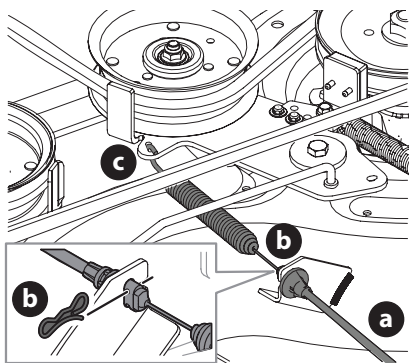

Figura 29
9. Extraiga con cuidado el cable de la PTO (a) de la parte posterior de la plataforma de corte retirando el pasador de chaveta (b) que lo sujeta. Retire el resorte (c) del soporte de polea loca de la plataforma (Figura 29).